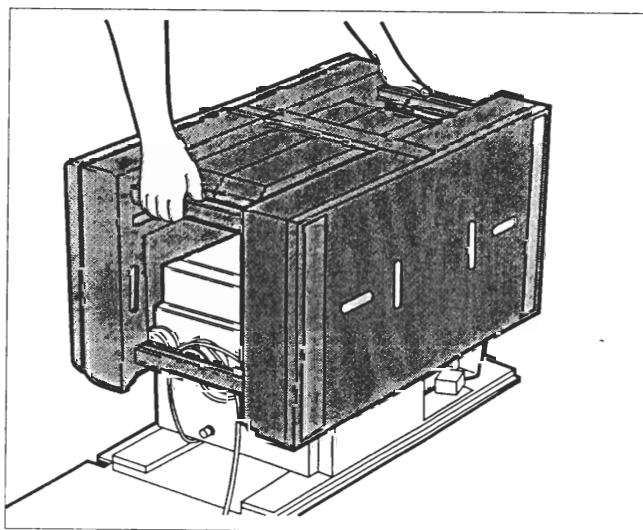

figura 3
- Sfilare il mantello con l'involucro (vedi figura 3);